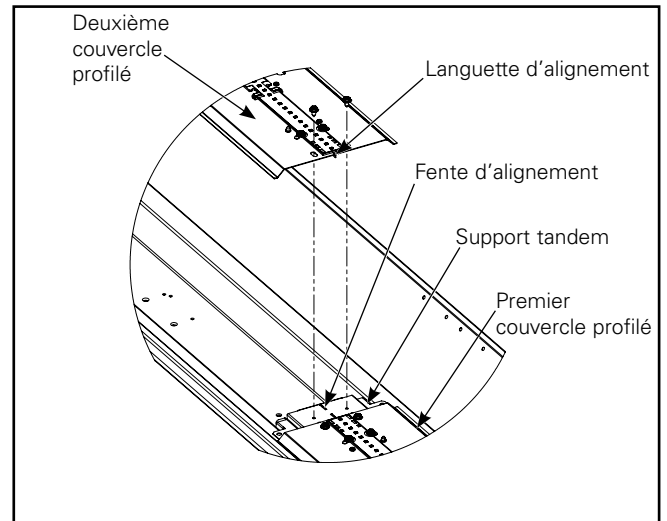

Figure 25.
**Note:** Alignez la fente avec la languette du support de manière à ce que la plaque métallique soit droite et soutenue (Figure 25).